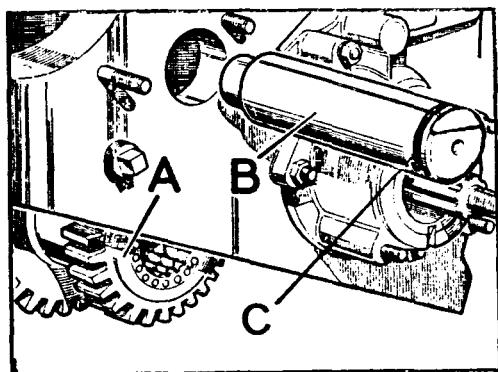

Fig. C1-45 Conjunto del eje intermedio
- Situar el conjunto formado con el piñón intermedio, engranando con los piñones de "alta" y "baja", centrándolo perfectamente con el orificio del eje y se introducirá dicho eje, B (Fig. C1-45) con la sola presión de la mano, hasta llegar a la altura del anillo tórico, C, continuando su introducción con maza de plástico hasta que llegue a su tope.